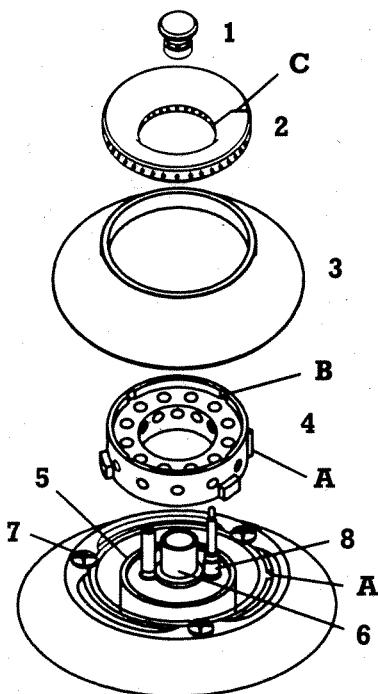

Fig. 9
6. Allentare le viti di fissaggio del piano **7** (fig. 9) e togliere il piano di cottura.
15. Riporre il piano sul pannello ed allinearla. **Indicazione:** Per garantire il collegamento a massa, è necessario serrare una vite di fissaggio **7** del piano di cottura (fig. 9) mediante un disco dentato. Avvitare leggermente le viti **7** di tutti i bruciatori (M 4 x 8), serrandole solo dopo aver aggiustato definitivamente gli elementi. Montare gli elementi dei bruciatori e la griglia (come da fig. 9). Nell'inserire le parti del bruciatore badare che esse siano montate correttamente l'una sull'altra (v. pagina 46).
Togliere la griglia, gli anelli, i coperchi e le teste del bruciatore (v. fig. 9).